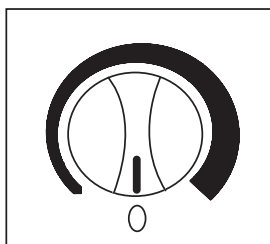

Fig.2
- Pour éteindre le cellier (pas de refroidissement), faites tourner le bouton de réglage jusqu'au zéro, soit en position arrêt. Voir la fig. 2. Réglez la commande à la position « OFF » (0) pour arrêter temporairement le cycle de refroidissement. Si le cellier ne doit pas être en marche pendant une longue période, débranchez de la prise de courant et laissez la porte entre-ouverte.